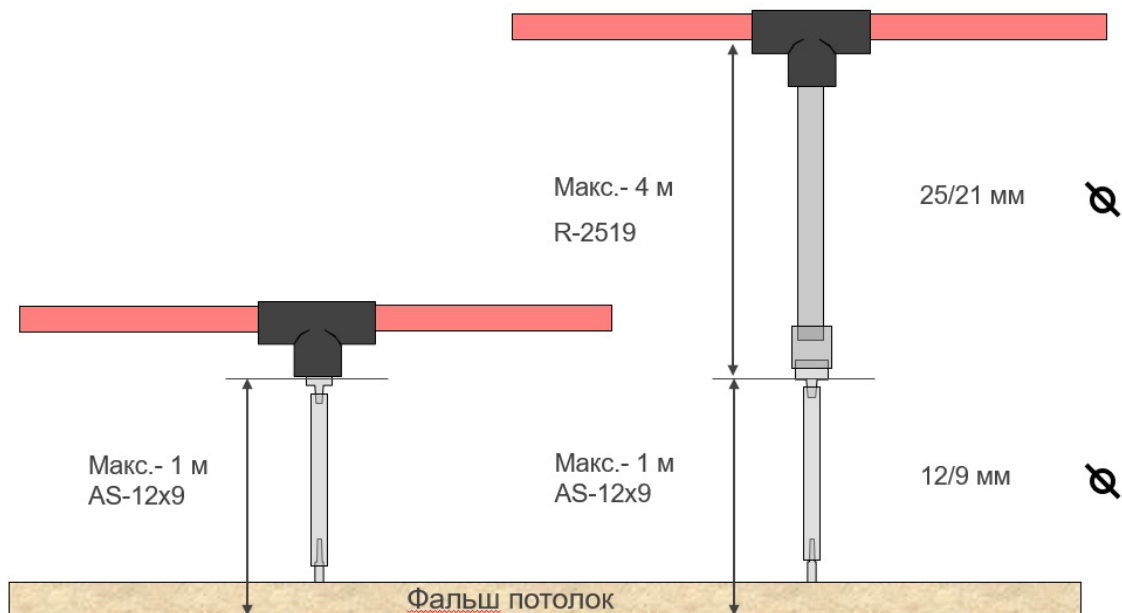

Рис. 2.2, Варианты построения ответвлений воздухозаборной трубы
- Максимальная длина капилляра AS 12x9 для 1 ответвления трубы при скрытом монтаже- 1 метр. Если такой длины недостаточно, то для увеличения длины ответвления можно использовать жесткую трубу 25 мм. Максимальная длина жесткой трубы 25 мм для 1 ответвления- 4 метра (Рис. 2.2);